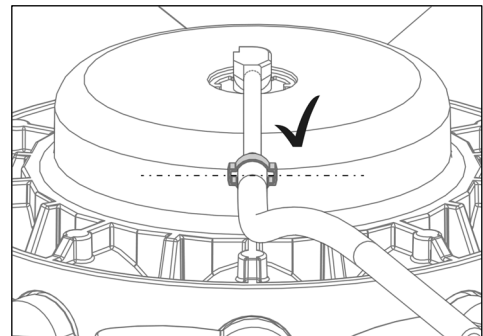

Fig. 17
- 10) Posicione la abrazadera de doble oreja según muestra la Fig. 17.